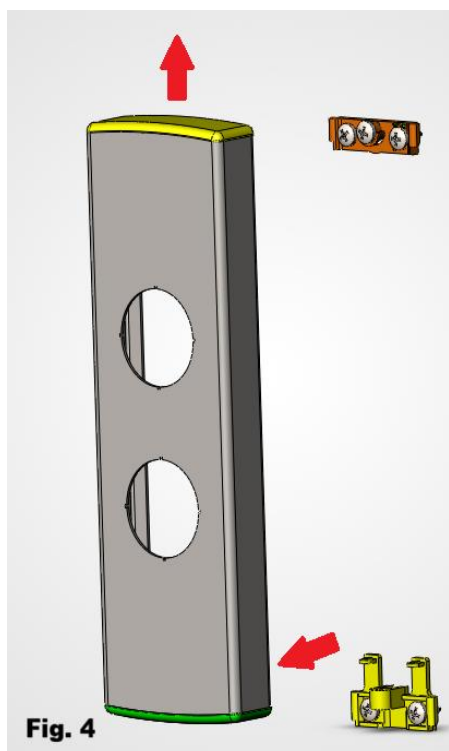

Fig. 4 — Rimozione della codina e sgancio pulsantiera
1. Sganciare la pulsantiera dalle staffe e rimuovere la CODINA (Part. B) dalla testata superiore (Fig. 4).